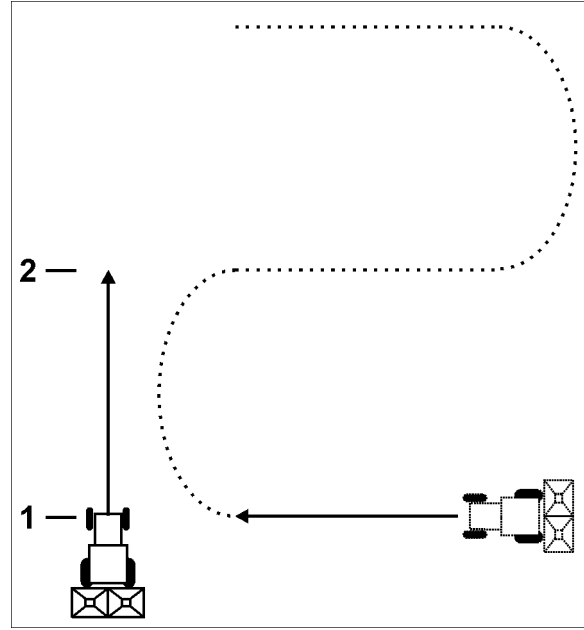

Fig. 7
(Fig. 7/1) tuşuna  basılmalıdır.
2. Ekranda sürülen mesafe olarak bağlantı sürüşünün bağladığı (Fig. 7/2) iş genişliği değeri görünür.